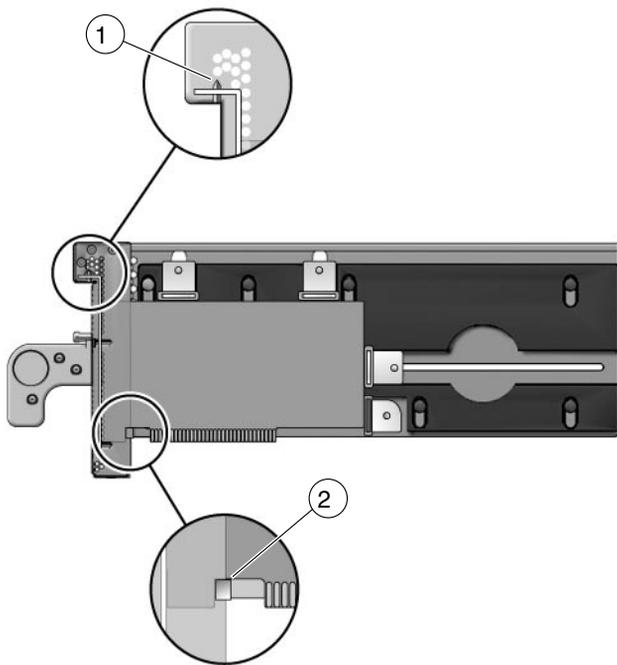
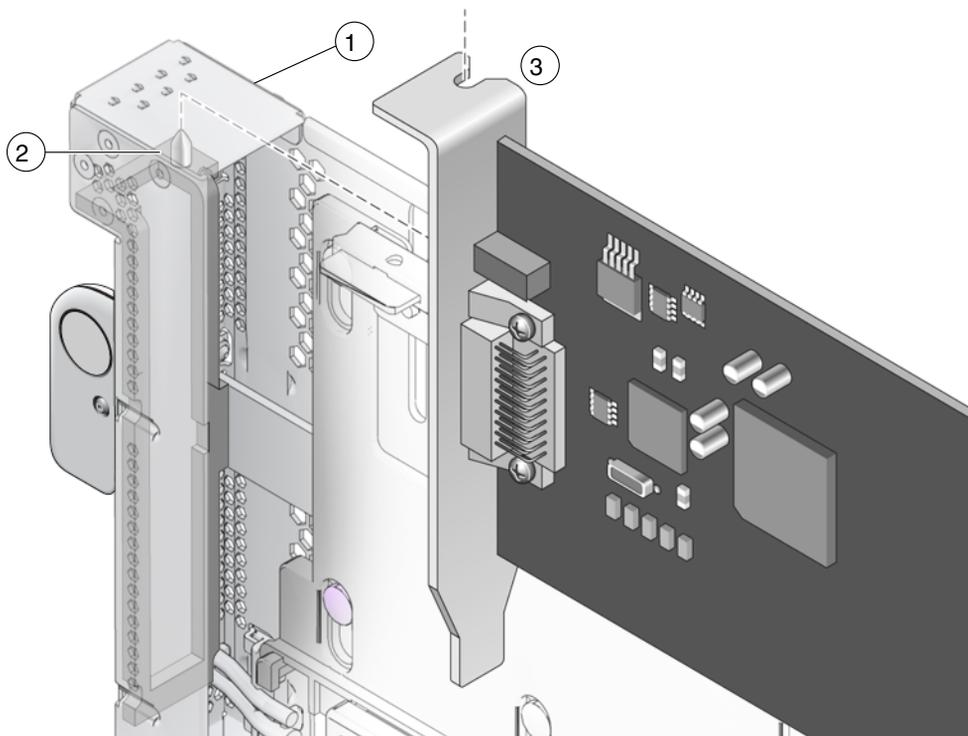

FIGURE 1-20 Axe d'alignement de la carte et languette d'alignement de la carte
FIGURE 1-21 Axe d'alignement de la carte (détail)
- Axe d'alignement de la carte (FIGURE 1-20 et FIGURE 1-21)
- Languette d'alignement de la carte (FIGURE 1-20)
L'axe entre dans une encoche du support métallique de la carte PCI (élément 1 dans la FIGURE 1-20). Si vous ne placez pas l'axe dans l'encoche, le support de fixation de la carte peut se courber de sorte que la carte se trouve à un certain angle sur le chariot. Cet angle empêche la carte de créer le contact électrique approprié avec le socket dans la nacelle E/S.
La languette (élément 2 dans la FIGURE 1-20) vient se loger dans une encoche au bas de la carte PCI. La languette permet d'aligner la carte lorsque vous l'installez dans le chariot. (Notez que certains types de carte peuvent ne pas avoir d'encoche.)
La FIGURE 1-21 montre comment le support se fixe au-dessus de l'axe d'alignement de la carte.